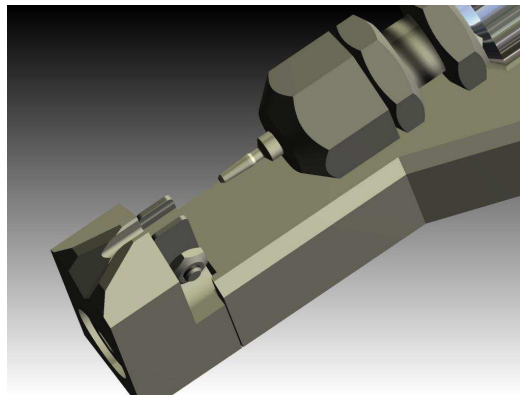

Abbildung 5
1. Die Pistol-Grip Handzange muss in Grundstellung stehen. Der Stift mit der Nummer 964318 muss bündig in die Aufnahmemutter eingelegt werden. Anschließend wird die Buchse fixiert (siehe Abbildung 5).